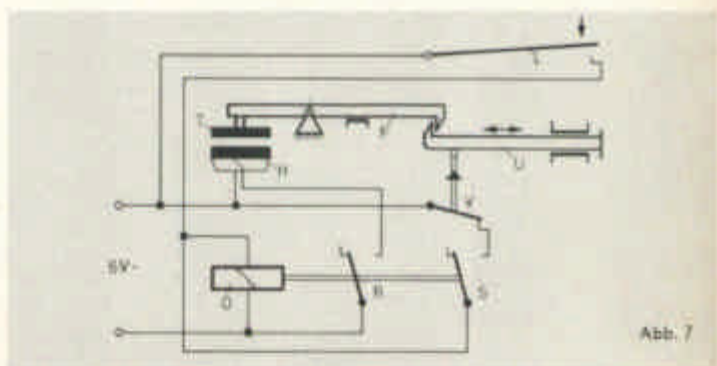

Abb. 7
5. Die elektrische schakeling, afb. 7. Bij inworp van een geschikte munt wordt de bedienings-stroomketen van relais-spoel O gesloten. Tegelijkertijd sluiten echter ook de beide relais-contacten